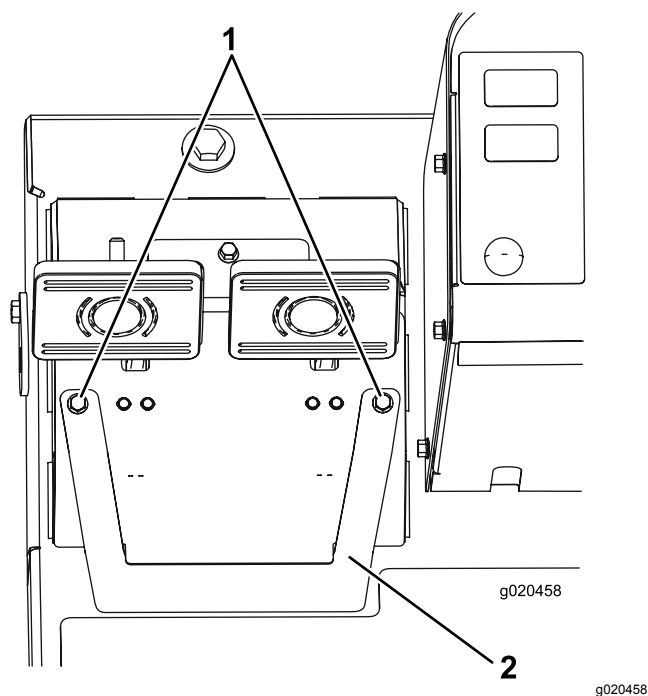

Figura 94
- A. Desaperte os 2 parafusos de montagem e retire a cobertura de ajuste do travão (Figura 94).